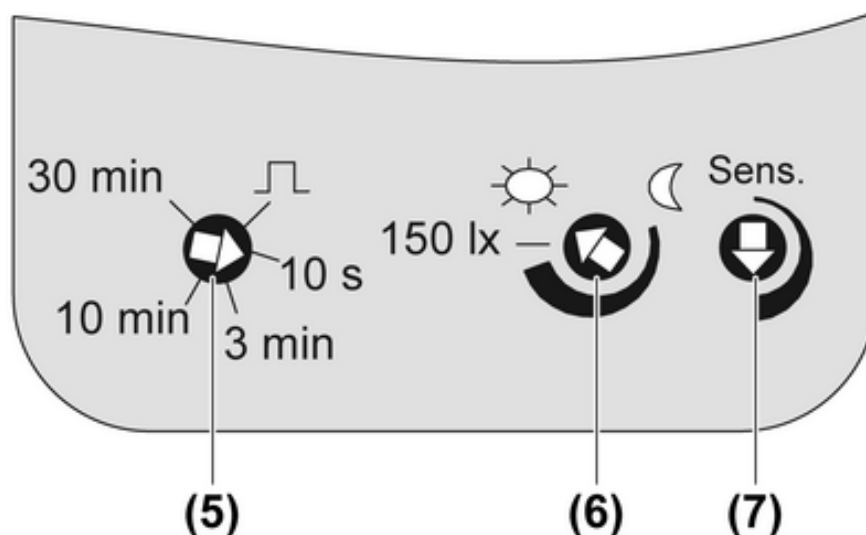

Bild 9: Einsteller auf der Rückseite
- Testeinstellungen vornehmen (Bild 9). Einsteller Nachlaufzeit: 10 s; Einsteller Helligkeit auf Symbol ☀; Einsteller **Sens.** auf max.
- Einsteller (6) in gewünschte Position drehen (Bild 9).
- ❗ Einstellung für Treppenhäuser nach DIN EN12464-1, 2003-3, Einsteller (6) auf Markierung **150 Lux** drehen.